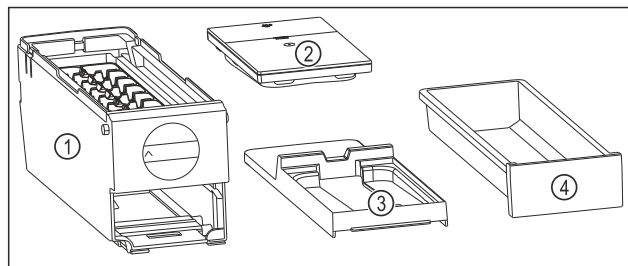

Fig. 143 Bestandteile des EasyTwist-Ice
- EasyTwist-Ice ist in vier Teile zerlegt. (siehe Fig. 143)
- EasyTwist-Ice nur in abgebildete Bestandteile zerlegen. (siehe Fig. 143)
- EasyTwist-Ice-Korpus Fig. 143 (1) als Ganzes reinigen.